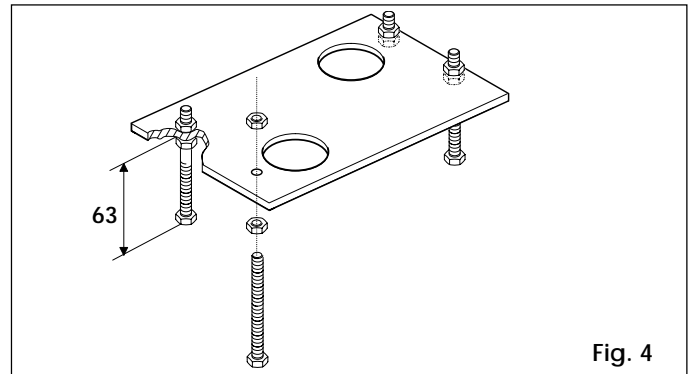

Fig. 4
- 1) Assembler la plaque de fondation comme indiqué Fig. 4.